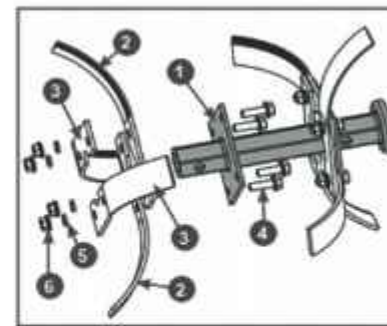

Рис. 7 Установка ножей
2.3 Установите ножи на внешний (со стороны редуктора) фланец 1 основной (длинной) секции оси (Рис. 7).
Со стороны уже собранной на внутреннем фланце группы ножей вставьте в отверстия во внешнем фланце 1 оси болты 4, далее в соответствии с рисунком 7 на внешний фланец 1 оси с внешней его стороны установите правые ножи 2 (имеющие изгиб в сторону от редуктора). После этого установите левые ножи 3 (имеющие изгиб к редуктору) как показано на Рис. 7, затем установите пружинные шайбы 5 и закрутите гайки 6 (Рис. 7). Затяните все резьбовые соединения.